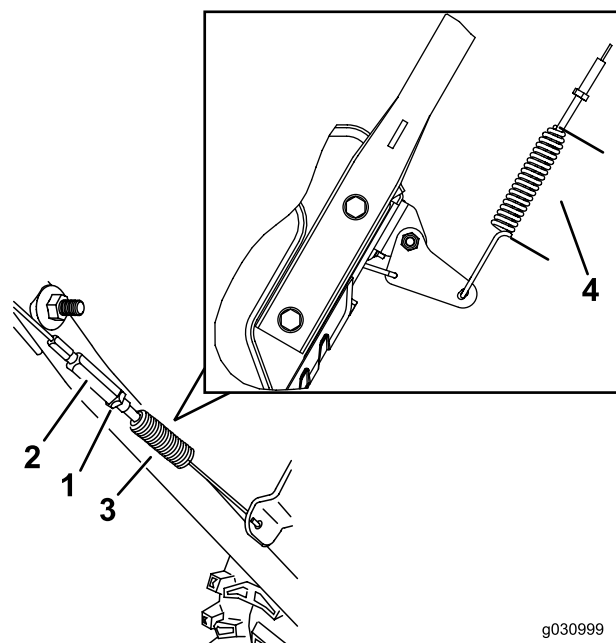

Figura 29
3. Desaperte e aperte o tensor para ajustar o comprimento da mola para 5,5 cm como se mostra na Figura 29.
4. Aperte a porca de retenção (Figura 29) assegurando que existe uma ligeira tensão no cabo.